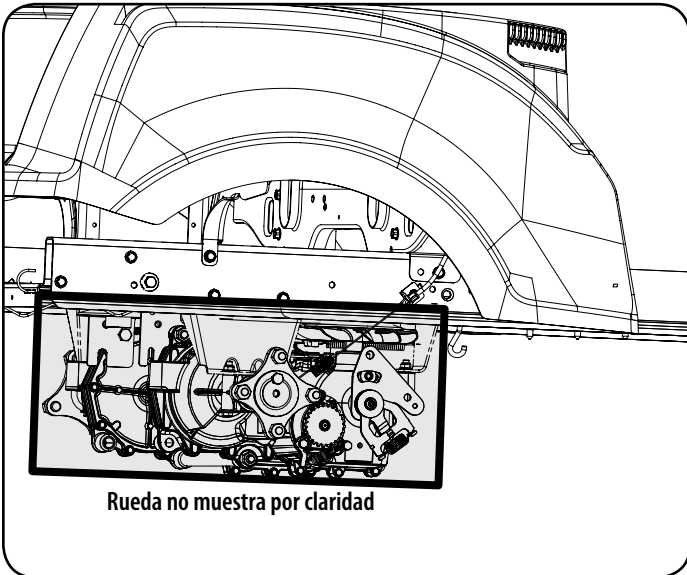

Figure 25
- Limpia alrededor y cerca de la transmisión, el eje y el área del ventilador. Vea la Figure 25.